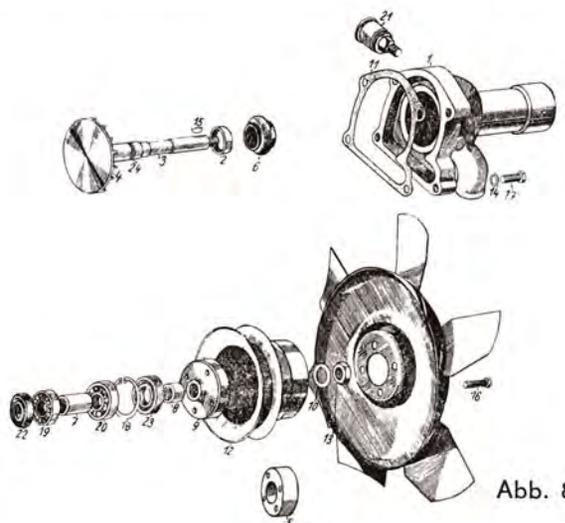

Abb. 8
- Vier Schrauben M 8, welche den Lüfter halten (Abb. 8/16) sind auszusrauben, der Lüfter samt Zwischenstück (Abb. 8/5) und Riemenscheibe (Abb. 8/12) ist abzunehmen.
- Vier Schrauben M 10 (Abb. 8/17), welche das Wasserpumpengehäuse an den Kurbelkasten befestigen, sind auszusrauben. Die Pumpe ist durch leichtes Klopfen vom Kurbelkasten abzutrennen. Der Einbau ist in umgekehrter Reihenfolge durchzuführen.
- Die Pumpe ist im Schraubstock hinter der Riemenscheibennabe einzuspannen, die Sicherungsunterlage ist auszurichten und die Mutter M 14 (Abb. 8/13) ist auszusrauben.
Die Riemenscheibennabe ist von der Wasserpumpenwelle abzuschlagen und aus den Nuten der Pumpenwelle ist der Keil herauszuschlagen (Abb. 8/15).
- Das Schleuderrad (Abb. 8/4) ist auf die Welle aufgepresst, sodass die Welle gleichzeitig mit dem Schleuderrad herausgedrückt wird. (Ist keine Presse vorhanden, kann dieser Arbeitsvorgang durch mässiges Klopfen auf die Welle mit Hilfe eines Kupferdornes durchgeführt werden. Achtung auf das Gewinde!)
- Bei einem Austausch des Kugellagers 6303 oder des Lagers 6203 ist vor allem die vordere Wellendichtung (Abb. 8/23) und der Sicherungsring auszubauen. Mit einer Presse ist dann das Lager 6303, das Distanzrohr und das Lager 6203 herauszupressen.